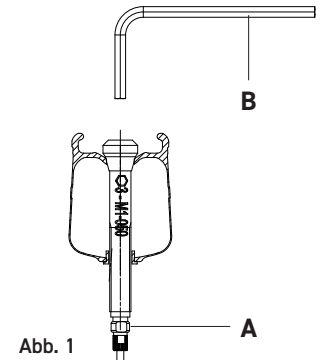

Abb. 1
- Die Kontermutter des Ventils (A - Abb. 1) anziehen, indem Sie sie mit einer Hand oder einer Zange festhalten und das Ventil mit einem Inbusschlüssel mit 3 mm drehen (B - Abb. 1).